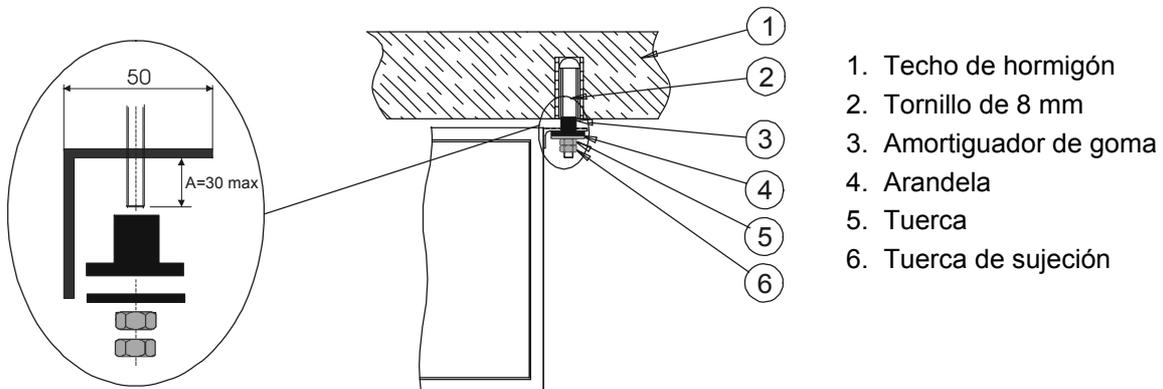

Figura 2: Instalación de una unidad interior en el techo
3.1 Instalación de la unidad interior (véase la figura 2)